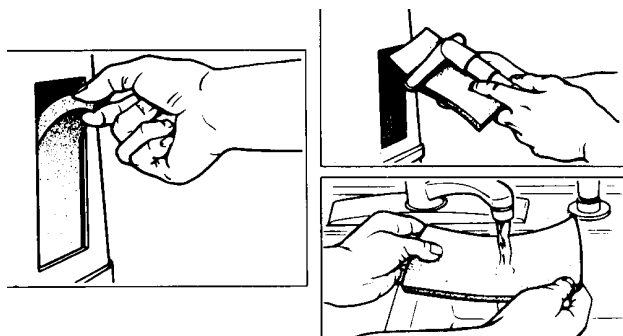

FIGURA 2 - LIMPANDO OS FILTROS DO GABINETE
1. Remova cada filtro e **LIMPE PELO MENOS UMA VEZ POR SEMANA** dependendo das condições ambientais (**FIGURA 2**).
2. Limpe os filtros do gabinete com aspirador de pó ou lave com água morna e sabão e enxágüe bem (**FIGURA 2**).